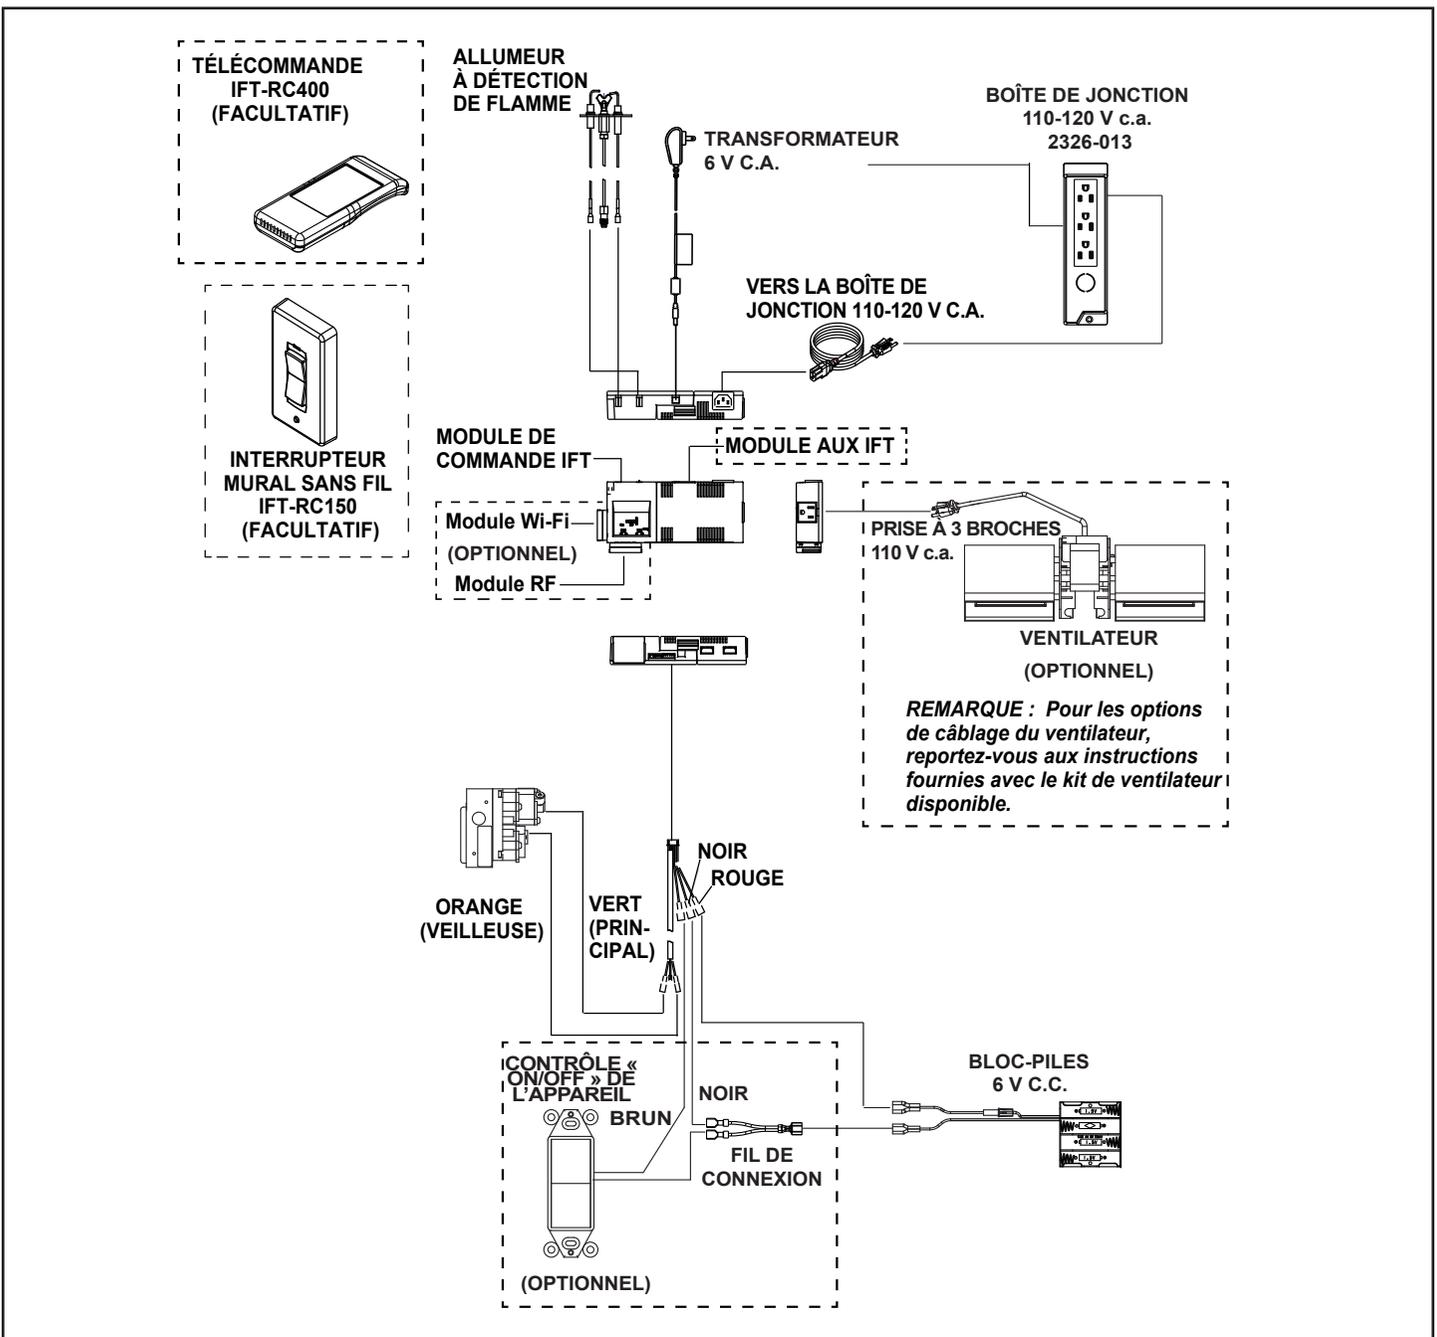

Figure 6.3 Schéma de câblage du système d'allumage par veilleuse IntelliFire (IPI)
- Reportez-vous à la figure 6.3, Schéma de câblage IntelliFire Touch.